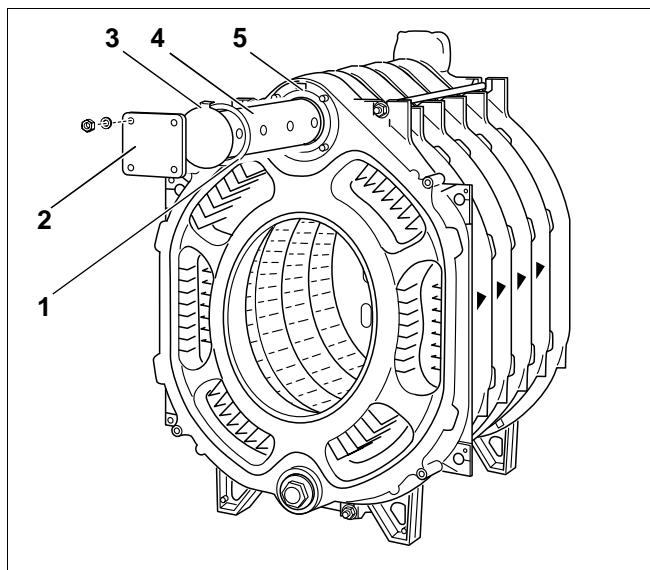

Fig. 19 Montering af føderør
- Skub pakningen (Fig. 19, **pos. 1**) over føderøret (Fig. 19, **pos. 4**).
- Luk med blindflange (Fig. 19, **pos. 2**).
Knasten (Fig. 19, **pos. 3**) på føderørets afsluttende plade skal passe ind i udsparringen i den øverste nippelgang (Fig. 19, **pos. 5**). På denne måde er føderøret fikseret, så føderørets udstrømningsåbninger står i den korrekte vinkel. Således er der sikret en optimal vandfordeling i området omkring den øverste nippelgang.